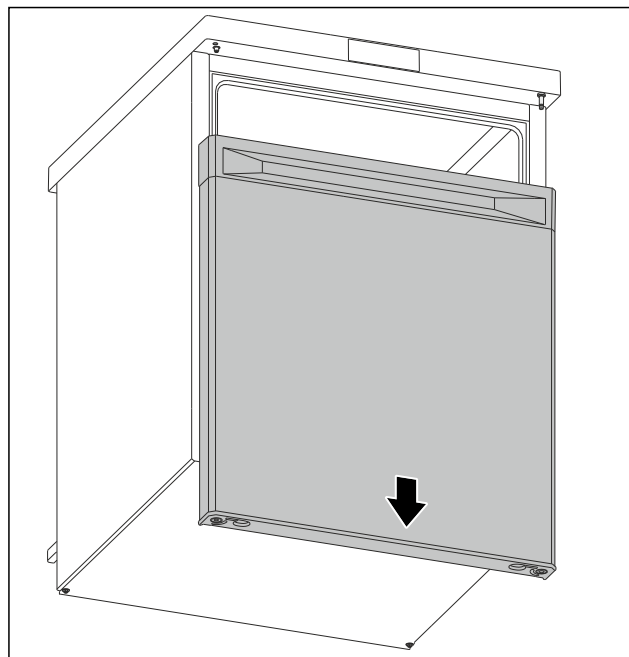

Fig. 6
- Hiqni derën nga poshtë. (shihni Fig. 6)